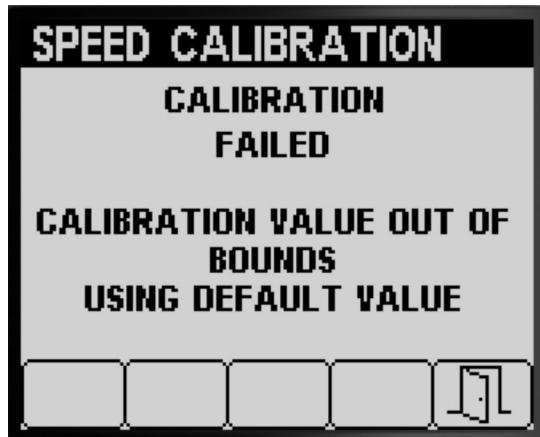

図 69
**注** キャリブレーションの値が範囲外の場合図 69 は、代理店に連絡するか、エラーメッセージの内容を確認してもういちどキャリブレーションの手順を行う 速度キャリブレーションの準備 \(ページ 22\)、および 速度のキャリブレーションを行う \(ページ 23\)。
5. ボタン 5 を押して速度のキャリブレーション画面を終了する図 68 または図 69。